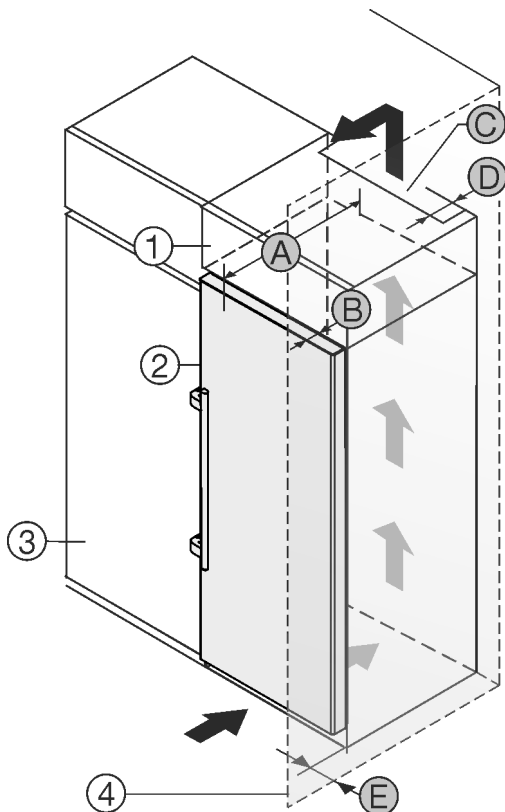

Fig. 2
Můžete přístroj nainstalovat přímo vedle kuchyňské skříňky Fig. 2 (3).*
Na zadní straně nastavné skříňky musí být větrací šachta hluboká Fig. 2 (D) přes celou šířku nastavné skříňky.*
Pod stropem místnosti musí být dodržen ventilační průřez Fig. 2 (C).*
Když přístroj instalujete závěsy vedle stěny Fig. 2 (4), musí být vzdálenost mezi přístrojem a stěnou minimálně 57 mm . To odpovídá přesahu madla při otevřených dveřích.*
Aby bylo možné dvířka plně otevřít, musí přístroj přesahovat o hloubku dveří Fig. 2 (B) vůči přední linii kuchyňské skříňky. V závislosti na hloubce kuchyňských skříněk Fig. 2 (3) a použití vymezovačů odstupu od stěny může přístroj vyčnívat dále.*